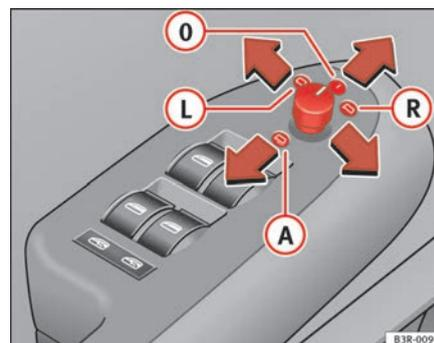

Fig. 105 Vue partielle de l'accoudoir : bouton rotatif
- Tournez le bouton rotatif en position ⇒ page 137, fig. 105 **L** (rétroviseur côté conducteur) ou en position **R** (rétroviseur côté passager).
Lorsque vous engagez la marche arrière, le miroir du rétroviseur bascule légèrement vers le bas si le système est réglé sur le rétroviseur côté passager (bouton rotatif en position **R** ⇒ page 137, fig. 105). Le conducteur peut ainsi voir le bord du trottoir lorsqu'il se gare.